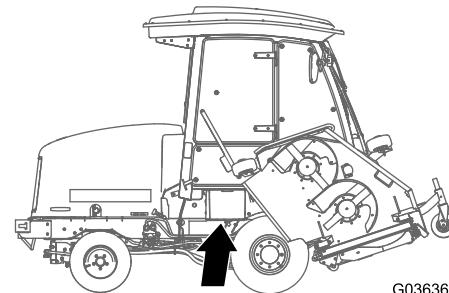

Figura 83
1. Abra a cobertura da bateria no lado do resguardo (Figura 83).
**Nota:** Pressione a superfície plana por cima da cobertura da bateria para facilitar a remoção da cobertura (Figura 83).